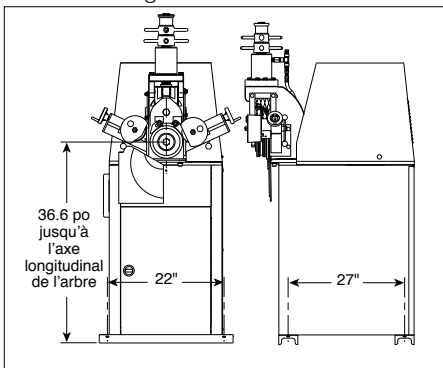

FIGURE 1
4. Une fois l'outil positionné, il faut le mettre de niveau et le fixer solidement (se reporter à la figure 1 ci-dessous).